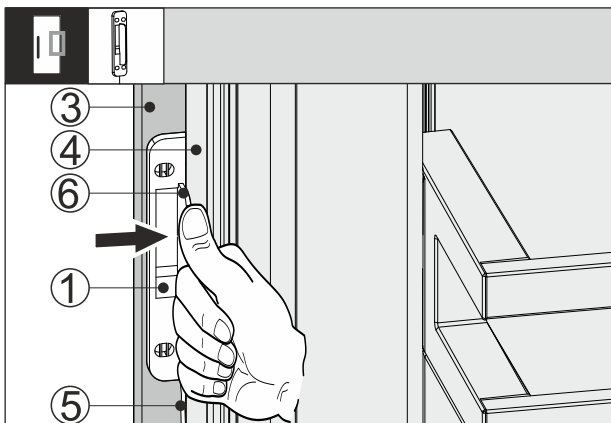

Fig. 66
- ▶ Empujar el sensor de golpes Fig. 66 (1) entre el frente de mueble Fig. 66 (3) y la puerta del electrodoméstico Fig. 66 (4) de forma que el cable Fig. 66 (5) quede ligeramente tensado. El tope Fig. 66 (6) del sensor de golpes se encuentra en la puerta del electrodoméstico Fig. 66 (4).
- ▶ Presionar el sensor de golpes Fig. 66 (1) en el frente de mueble Fig. 66 (3).
- ▷ El sensor de golpes Fig. 66 (1) está fijado. La fijación del sensor de golpes optimiza la transmisión de la señal de golpes.
- La fijación permanente del sensor de golpes Fig. 66 (1) aumenta la vida útil.
- ▶ Atornillar el sensor de golpes Fig. 66 (1) al frente de mueble Fig. 66 (3) utilizando los tornillos suministrados.